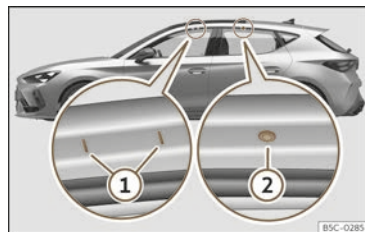

Abb. 210 Befestigungspunkte der Querstangen für den Dachgepäckträger (Leon).
Gültig für Leon: Die vorderen und hinteren Befestigungspunkte (1) und (2) sind nur bei geöffneten Türen sichtbar >>> (Abb. 210).